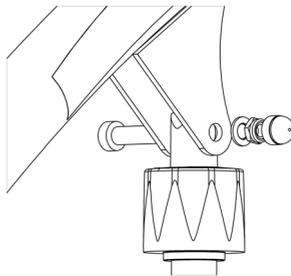

Fig. 1.6E
5. Montez les poignées sur le mât avec deux vis et serrez-les avec la clef Allen (Fig. 1.6E).